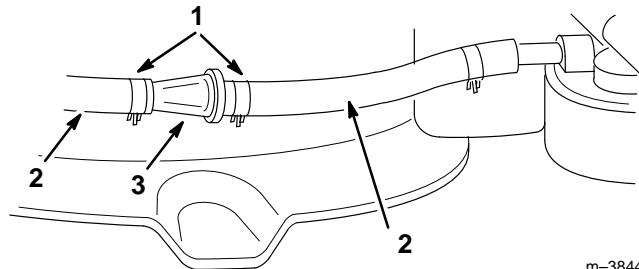

Figure 31
combustible (Fig 31) es cuando el depósito de combustible esté vacío. No vuelva a instalar un filtro sucio después de retirarlo del manguito de combustible.
1. Apriete los extremos de las abrazaderas para aflojarlas, y deslícelas por el manguito de combustible, alejándolas del filtro (Fig 31).